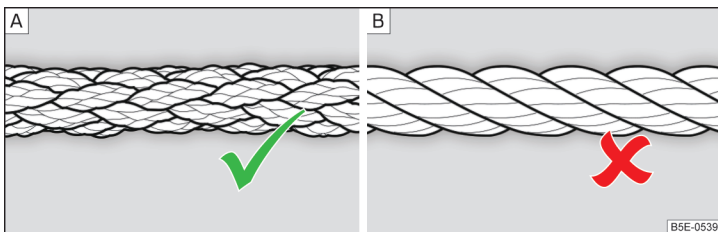

Fig. 345 Câble de remorquage tressé/ Corde de remorquage
Pour le remorquage à l'aide d'un câble de remorquage, utilisez uniquement un câble en fibres synthétiques » fig. 345 - [A] » **I**.
- Lors du remorquage, n'utilisez pas de câble de remorquage entortillé » fig. 345 - [B], l'œillet de remorquage pourrait se dévisser du véhicule - risque d'accident.